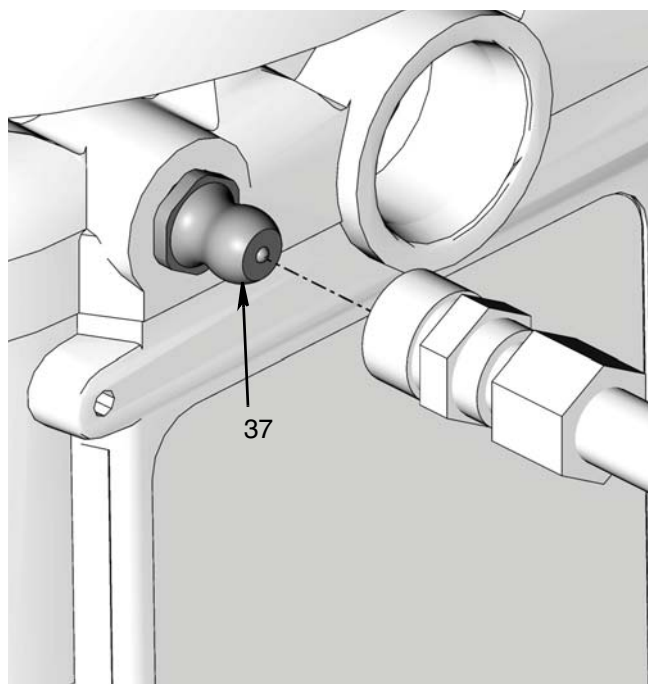

FIG. 11
1. Collegare il flessibile di riempimento al raccordo d'ingresso *(37) (FIG. 11).
1. Collegare il flessibile di riempimento al raccordo d'ingresso (FIG. 11).